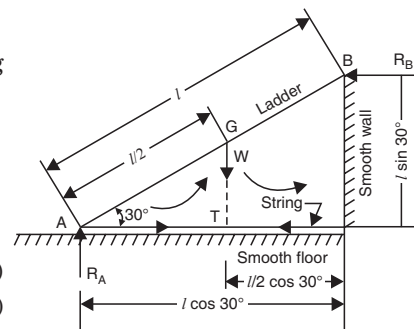

Fig. 3.47
**Sol. Case I.** Refer to Fig. 3.47.